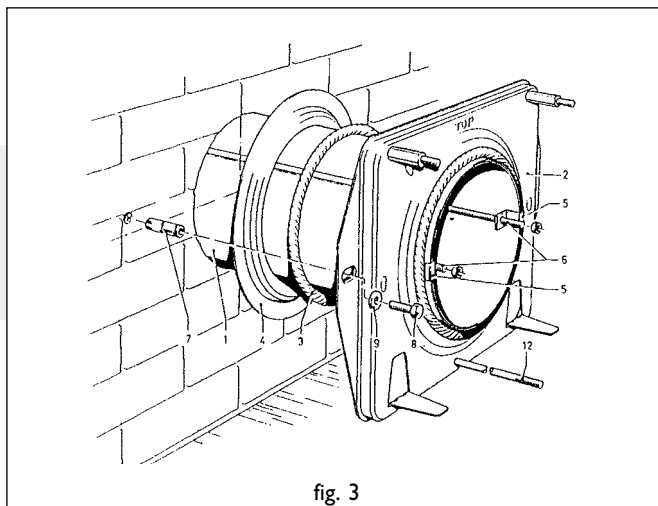

fig. 3
Installazione del condotto standard attraverso il muro (fig. 3)
Installazione del condotto attraverso il muro esterno con tubo telescopico d'immissione (fig. 3)
Fissaggio della piastra di montaggio (fig. 3)
- Sostituire anche il tassello ad espansione (8) (fig. 3) con, ad esempio, una vite a legno.
- Dalla parte della stanza posizionare la piastra d'irraggiamento (14) tra la piastra di montaggio (2) e il muro.
- Fissare alla parte esterna del muro con 4 viti (16) la piastra in Silumin (15).